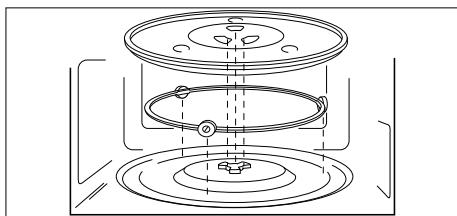

Fig. 4 – Installation du plateau tournant en verre
- ▶ Placez l'anneau à roulettes dans le renforcement prévu dans le four à micro-ondes, puis posez le plateau tournant en verre au centre sur l'arbre d'entraînement (voir « Fig. 4 – Installation du plateau tournant en verre ») de façon à ce que les barrettes du plateau tournant en verre se placent entre les branches de l'arbre d'entraînement.